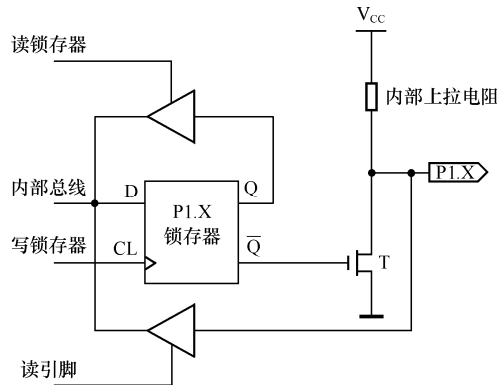

图 1.8 P1 端口的位结构
- P1 端口：P1 端口的位结构如图 1.8 所示。P1 端口为 8 位准双向端口，每一位均可单独定义为输入或输出端口，当作为输出端口，1 写入锁存器时， $\bar{Q}=0$ ，T2 截止，内上拉电阻将电位拉至“1”，此时该端口输出为 1；当 0 写入锁存器时， $\bar{Q}=1$ ，T2 导通，输出为 0。作为输入端口时，锁存器置 1， $\bar{Q}=0$ ，T2 截止，此时该位既可以由外部电路拉成低电平，也可由内部上拉电阻拉成高电平。需要说明的是，作为输入端口使用时有两种情况：